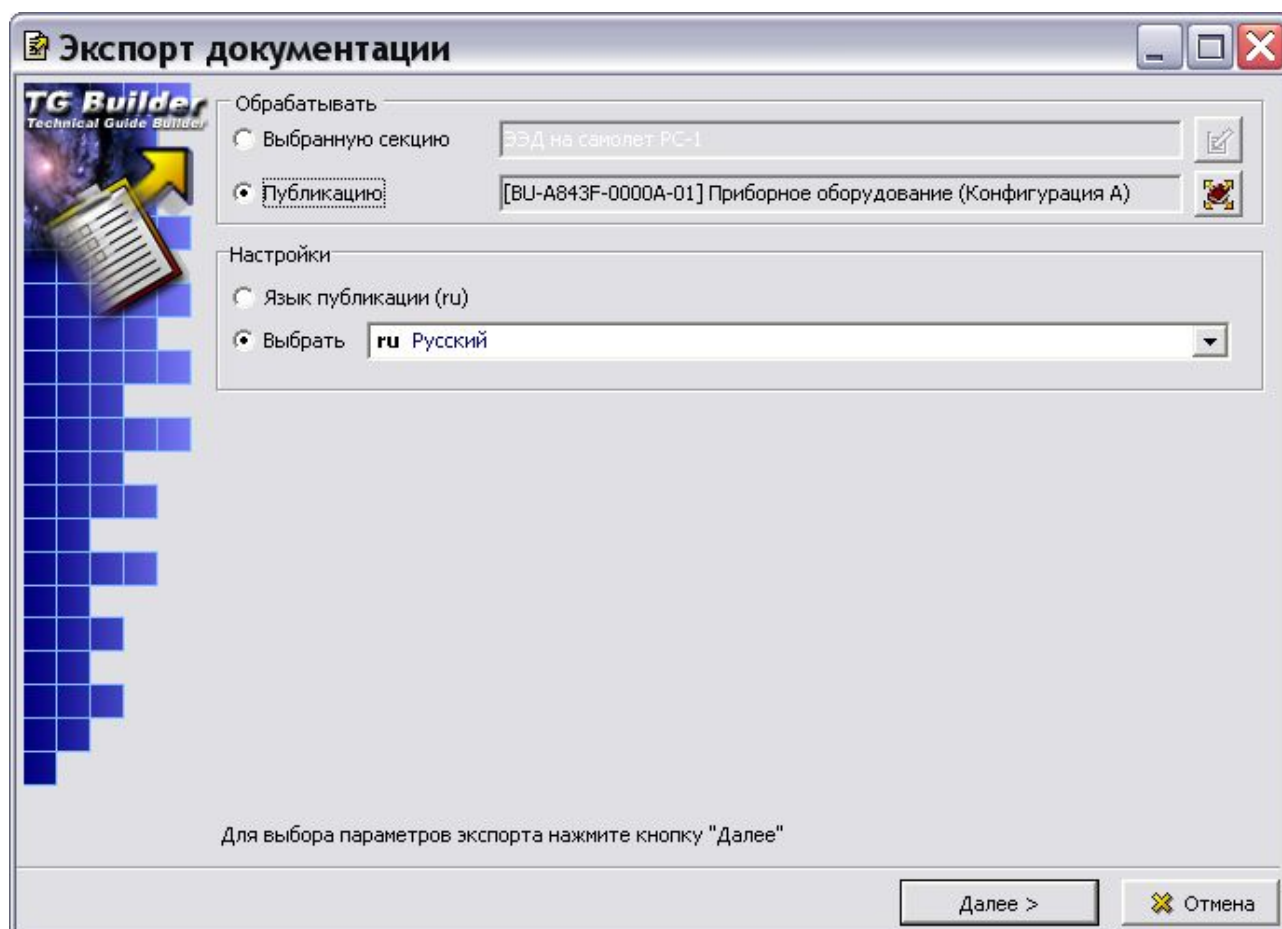

Рис. 8.87
3. Система запоминает, какой элемент проекта был экспортирован, выведен на печать или подвергнут анализу в предыдущих операциях. Если предыдущей операцией был экспорт, печать или анализ публикации (информационного набора), то после нажатия на кнопку **Экспорт**  откроется окно **Экспорт документации**, в котором в секции **Обрабатывать** будет включена радиокнопка **Публикацию** (Рис. 8.87).